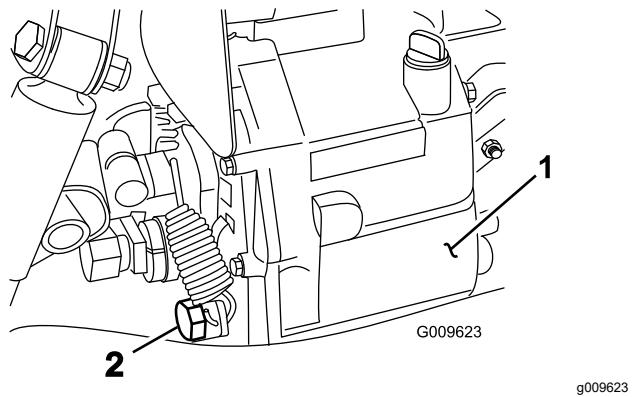

Figure 70
2. Enlevez le bouchon de vidange sur le côté du réservoir et faites couler le liquide hydraulique dans un bac de vidange (Figure 70).